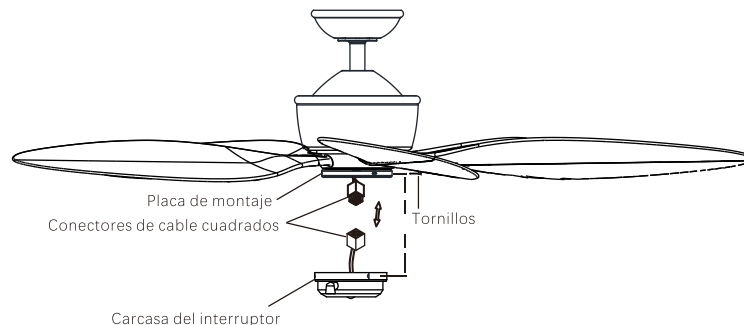

Imagen 16
Paso 1. Mientras mantiene la carcasa del interruptor debajo el ventilador, empuje los conectores de cable cuadrados juntos. Uno del ventilador y otro de la carcasa del interruptor. (Imagen 16)
Acople la carcasa del interruptor a la placa de montaje con los tornillos incluidos. Asegúrese de que estén fijos todos los tornillos. (Imagen 16)